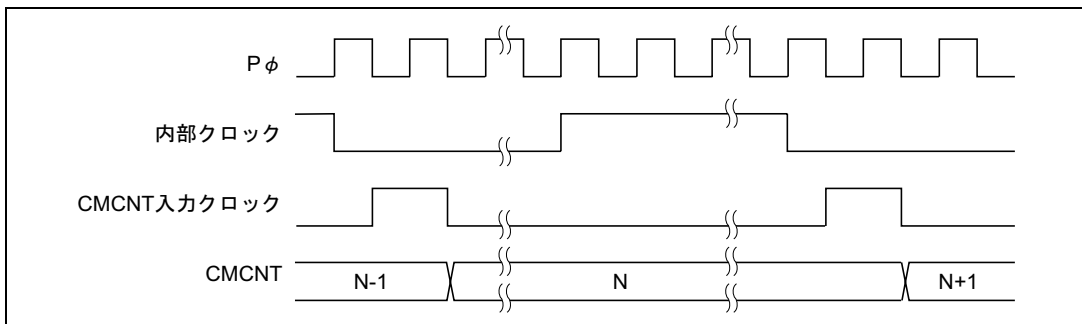

図 14.3 カウントタイミング
CMCSR の CKS1、CKS0 ビットにより、周辺クロック (P) を分周した 4 種類の内部クロック (P / 8、P / 32、P / 128、P / 512) が選択できます。このときのタイミングを図 14.3 に示します。